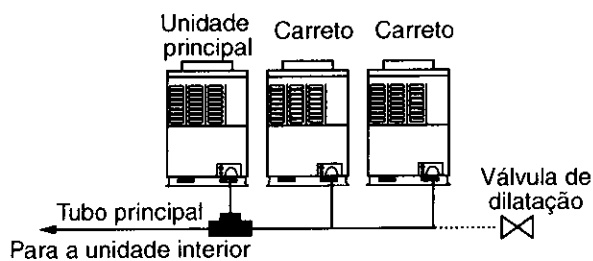

Figura 1
1) Utilize uma unidade principal da unidade exterior principal para ligar ao tubo principal. (Figura 1)